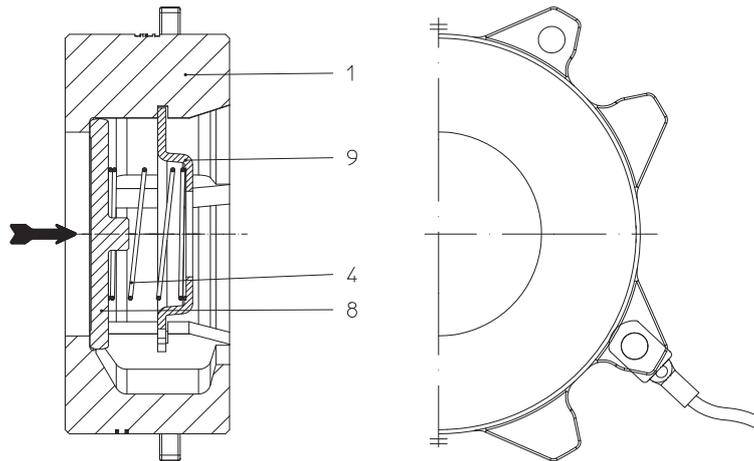

Fig. 7: CHECKO®-D PN40 - en montage entrebride
CHECKO®-V: siège (pos. 3) / clapet (pos. 4) endommagés par des corps étrangers (Fig. 1 - 6). CHECKO®-D: Corps (pos.1) / plaque de clapet (pos. 8) endommagés par des corps étrangers (Fig. 7)	remplacer le clapet de non retour, s'adresser au fournisseur ou fabricant